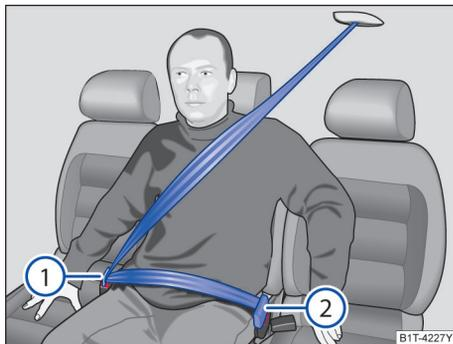

图 31 从两个锁扣中松开安全带锁舌
- 按压插口②边的红色按钮→图 31，安全带锁舌自插口内弹出→▲。
- 按压插口①边的红色按钮→图 31，安全带锁舌自插口内弹出
- 抓住锁舌回送，确保安全带能自动卷回，不会在回收过程中缠绕损坏→▲→①。